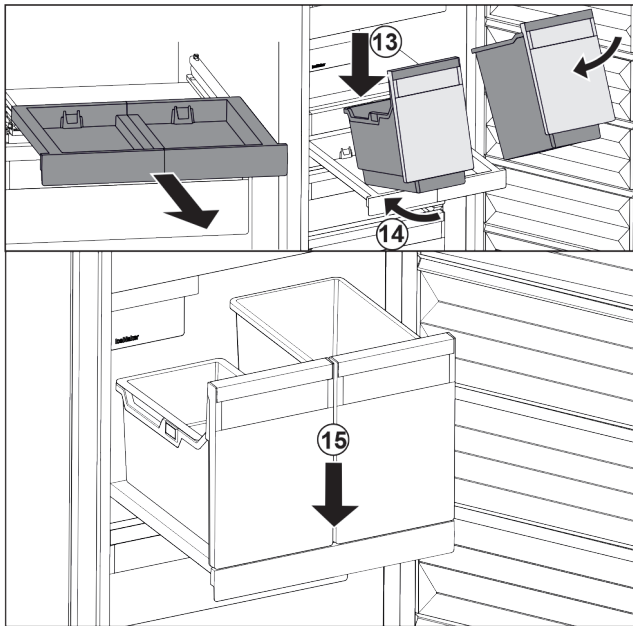

Fig. 124
- Placer les bacs sur le compartiment coulissant en les inclinant. Fig. 124 (13)
- Pousser les bacs jusqu'au fond en les inclinant. Fig. 124 (14)
- Déposer les bacs par l'avant. Fig. 124 (15)